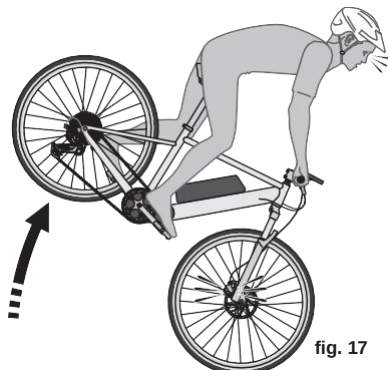

fig. 17
1. Une application trop forte ou trop soudaine des freins peut bloquer une roue, ce qui peut entraîner une perte de contrôle et une chute (voir fig. 17). L'application soudaine ou excessive du frein avant peut faire basculer le cycliste par-dessus le guidon, ce qui peut entraîner des blessures graves, voire